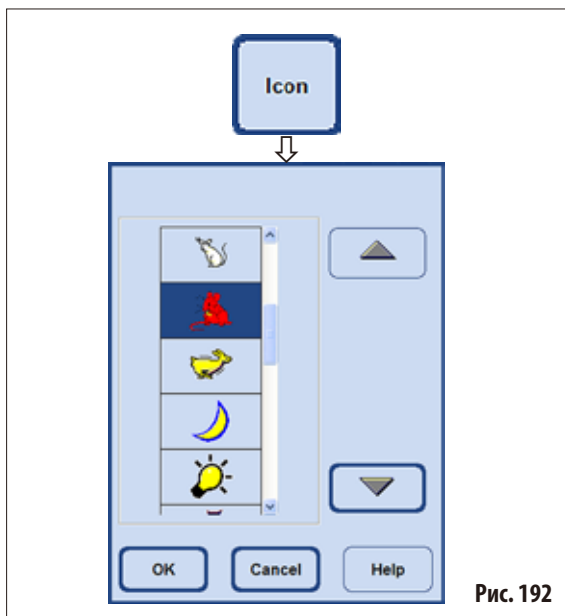

Рис. 192
- Нажмите кнопку **ICON**, откроется окно выбора с различными символами (рис. 192).